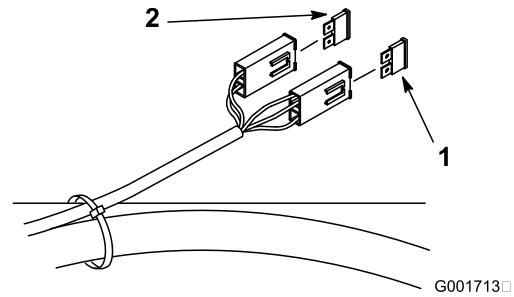

Figura 37
1. Desenganche el asiento y levántelo para tener acceso al portafusibles (Figura 37).
3. Instale un fusible nuevo (Figura 37).